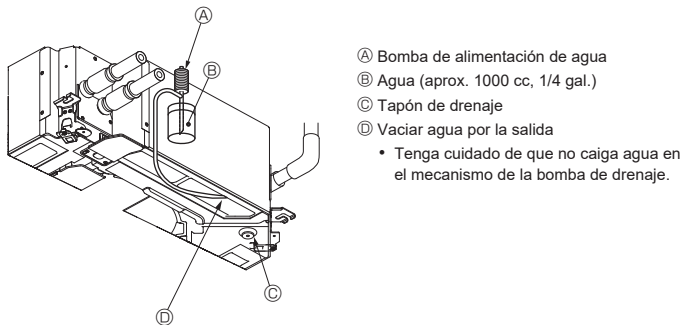

Fig. 7-7
7.4. Comprobación del drenaje (Fig. 7-7)